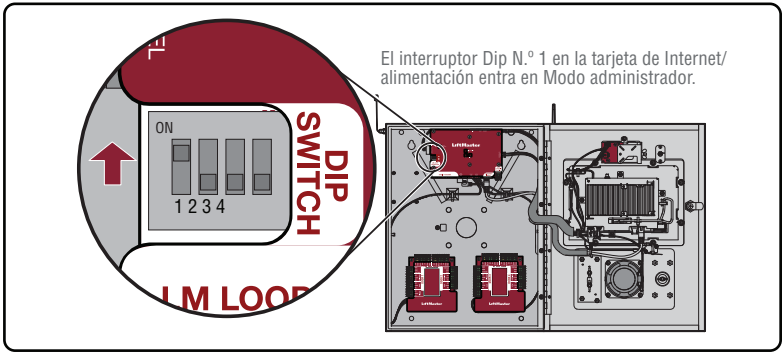

Figura 3. Modo Administrador.
- 9. Ingrese al modo de administración CAPXL usando el interruptor DIP N.º 1 en la placa de energía/Internet. Seleccione la pestaña “Audio/Video” y confirme si la señal de video aparece y si el ángulo y la orientación son correctos. (Figura 3)